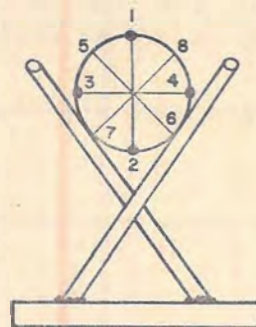

Fig. 6
- 3º Proceda a recargar la parte desgastada, aplicando cordones diametralmente opuestos ( Fig. 6 ), con el objeto de distribuir el calor proporcionalmente por la superficie del eje y evitar deformaciones.